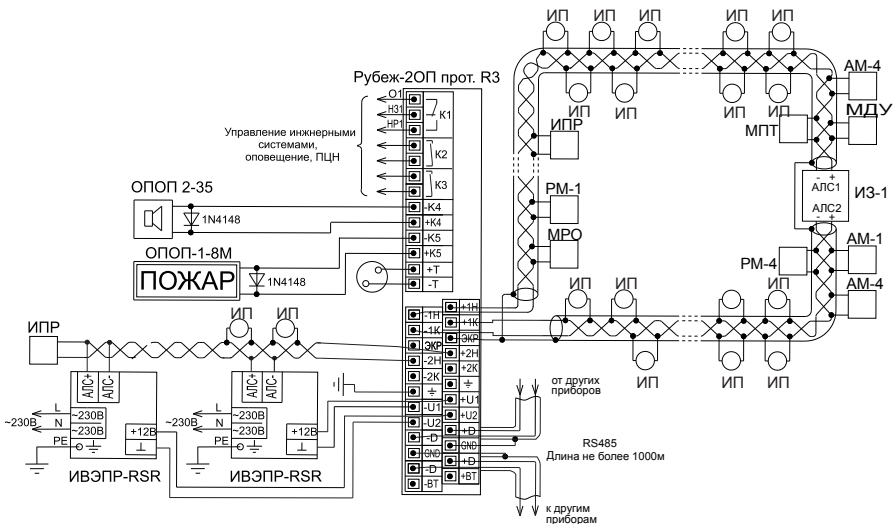

Рисунок 3. Пример схемы подключений к ПКП.
5. Провести необходимые подключения к прибору (см. рисунок 3).
1. На ПКП есть два управляющих выхода «4» и «5». Данные выходы питающие, осуществляют контроль состояния цепи на короткое замыкание и обрыв (схему подключения к данным выходам смотри на рис. 3).